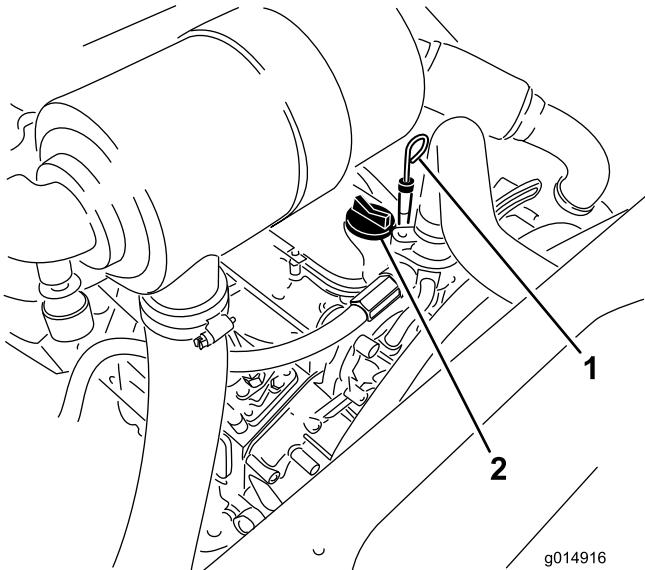

Рисунок 44
- Извлеките измерительный щуп, тщательно протрите и снова вставьте его (Рисунок 44).
- Если уровень масла ниже отметки Full (Полный), снимите крышку (Рисунок 44) и добавляйте масло до тех пор, пока его уровень не достигнет отметки Full (Полный).